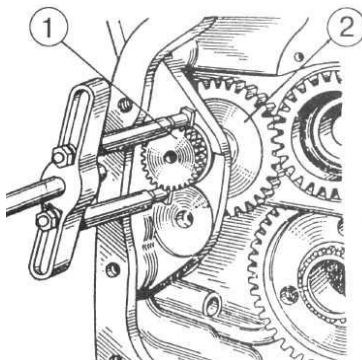

Рисунок 4.37
- ж) выпрессуйте вал-шестерню 1 (рисунок 4.37) вместе с подшипником и стопорным кольцом;